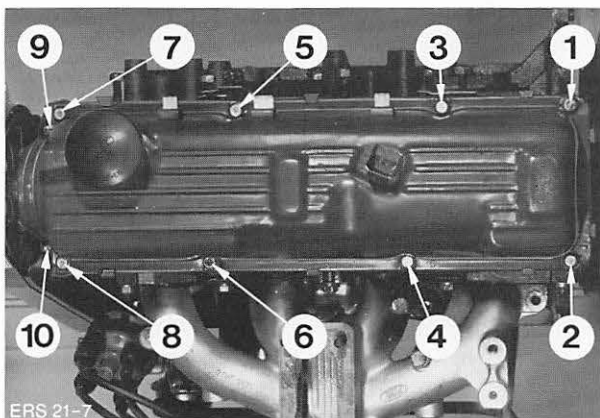

Abb. 202 Anzugsreihenfolge – Zylinderkopfhaube
13. Zylinderkopfhaube mit vorgeschriebenem Drehmoment (siehe Techn. Daten), nach Schema, Abb. 202, in folgenden vier Stufen festziehen.
21. Zylinderkopfhaube aufsetzen und wie in Pkt. 13 beschrieben anziehen, Abb. 202. Zündkabel aufstecken und Ansauggeräuschkämpfer montieren.